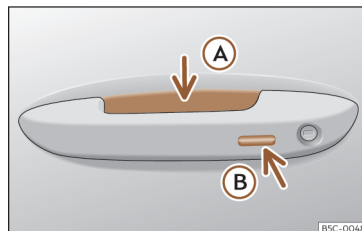

Fig. 78 Manípulo da porta: superfícies sensoras
»» Fig. 78
- Empurre o manípulo de uma das portas dianteiras. Ao fazê-lo, toca-se na superfície sensora >>> Fig. 78 (A) (seta) do manípulo e destranca-se o veículo.
- Toque *uma* vez na superfície sensora de bloqueio»» **Fig. 78 B** (seta) do manípulo de uma das portas dianteiras. A porta cujo manípulo se aciona deverá estar fechada.
- Toque *uma* vez na superfície sensora »» **Fig. 78 B** (seta) do manípulo de uma das portas dianteiras. O veículo é trancado com o sistema de segurança «Safe»»» Página 107. A porta cujo manípulo se aciona deverá estar fechada.
- Toque *duas* vezes na superfície sensora »» **Fig. 78 B** (seta) do manípulo de uma das portas dianteiras para trancar o veículo sem
- Pressione o botão de fecho  do comando à distância e toque uma vez, dentro dos 5 segundos seguintes, na superfície sensora de bloqueio do manípulo da porta do condutor »» **Fig. 78 B**. Não agarre o manípulo da porta, caso contrário o veículo não trancará. Também é possível levar a cabo a
Para **fechar com a função de conforto** todas as janelas elétricas e o teto de vidro, mantenha um dedo durante uns segundos sobre a superfície sensora de bloqueio »» **Fig. 78 (B)** (seta) do manípulo da porta até que as janelas e o teto se tenham fechado.
As superfícies sensoras dos manípulos das portas poderiam ativar-se ao receber um jato de água ou de vapor a grande pressão, caso existisse alguma chave do veículo válida na zona próxima. Se, pelo menos, uma das janelas com acionamento elétrico estiver aberta e se se ativar a superfície sensora »» **Fig. 78 (B)** (seta) de um dos manípulos de forma permanente, fechar-se-ão todas as janelas.
- **OU:** toque *duas* vezes na superfície sensora situada na parte exterior do manípulo da porta » » Fig. 78 (B).